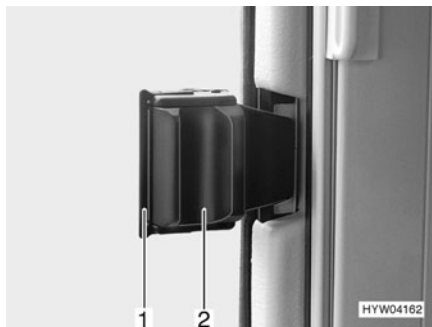

Fig. 42 Ventana corredera con con bloqueo corredizo
- Extraer el bloqueo (Fig. 42,1).
- Presionar el tirador (Fig. 42,2) y, al mismo tiempo, empujarlo hacia adelante o hacia atrás.